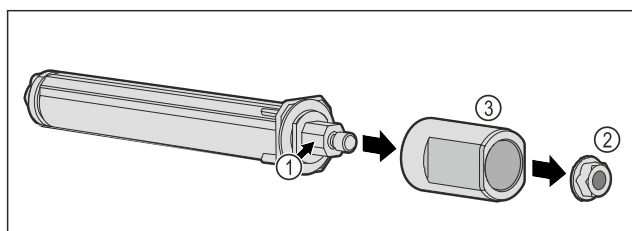

Fig. 53
- Non disassemblare il sistema di chiusura della porta Fig. 53 (1).
- Rimuovere il daco Fig. 53 (2).
- Rimuovere il manicotto Fig. 53 (3).